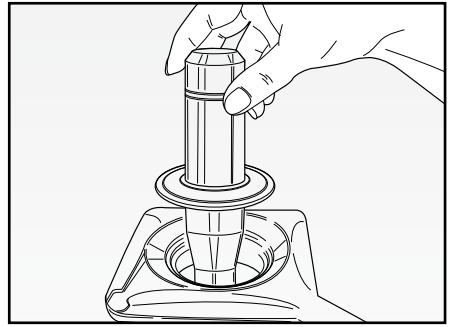

Fig. 5
- impostare la velocità ed il tempo di funzionamento utilizzando gli appositi tasti di incremento e decremento; i parametri selezionati saranno visibili sul display digitale (M).
- Premere il tasto di accensione (L) che diventerà di colore verde e l'apparecchio inizierà a funzionare; il display digitale (M) mostrerà il tempo trascorso.
- Con questa funzione selezionata, è possibile utilizzare anche il funzionamento ad impulsi; premere e rilasciare l'apposito tasto "PULSE" (P) per interrompere il funzionamento. L'utilizzo ottimale avviene premendo per un brevissimo tempo (2/3 sec.).
- Per interrompere il funzionamento premere il tasto di spegnimento (L).
- Durante l'uso, è possibile aggiungere alimenti nel contenitore, sollevando il tappo (A), dopo aver spento l'apparecchio. Spingere gli alimenti inseriti con l'ausilio del premicibo (R) (Fig. 5).